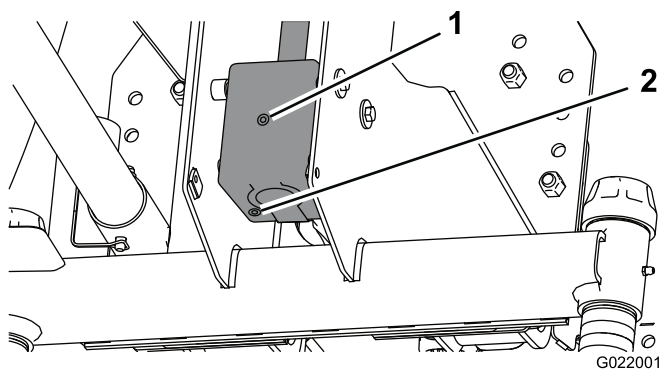

Figura 25
4. Retire o tampão de verificação/enchimento da parte lateral da caixa de engrenagens (Figura 25).